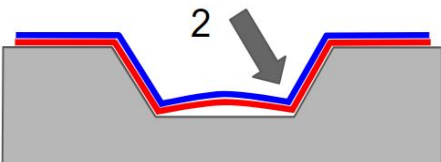

Abbildung 4
- 4) Wiederholen Sie die Verklebung bei der zweiten Vertiefung wie oben gezeigt. *Abbildung 4*